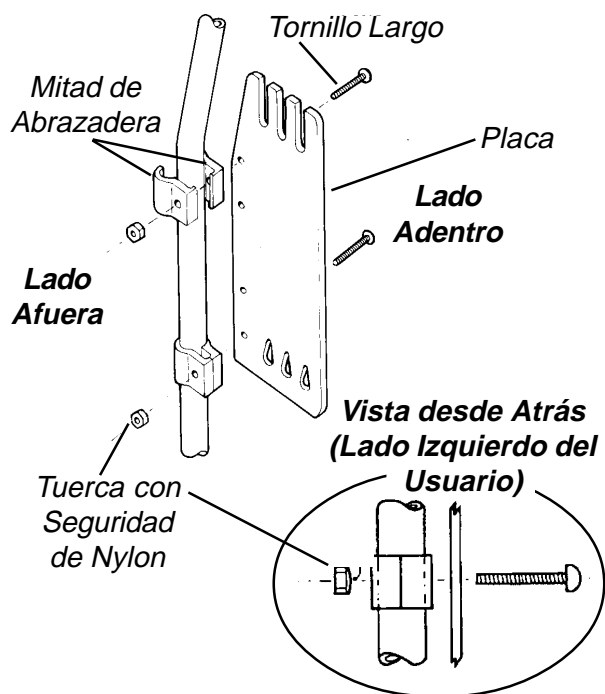
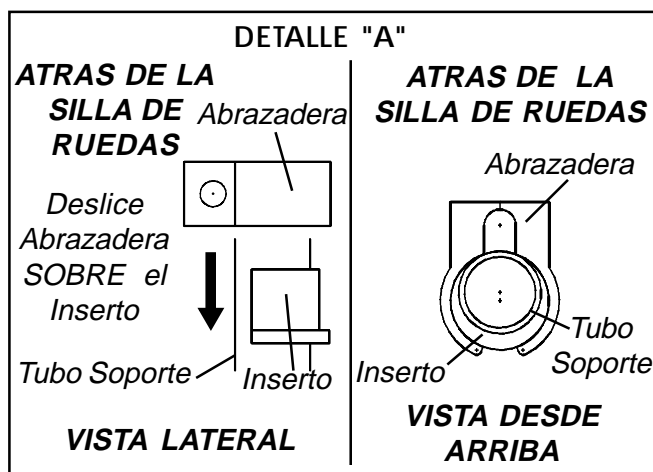

FIGURA 2 - INSTALACION EN UNA SILLA DE RUEDAS CON TUBO SOPORTE DE 1 PULGADA (25MM) DE DIAMETRO
FIGURA 3 - INSTALACION EN SILLA DE RUEDAS CON TUBO SOPORTE DE 7/8 DE PULGADA (22MM) DE DIAMETRO
## Instalación en Silla de Ruedas con tubo soporte de 1 pulgada (25mm) de diámetro (FIGURA 2)
### Instalación en una Silla de Ruedas con Tubo Soporte de 7/8 de Pulgada (22mm) de Diámetro (FIGURA 3)
1. Inserte dos (2) tornillos largos (desde el lado de adentro) a través de los hoyos pequeños en la placa, luego coloque la mitad de abrazaderas. Refiérase a FIGURA 2.
2. Coloque un (1) inserto en el tubo soporte con la abertura del inserto viendo hacia atrás de la silla de ruedas.
3. Deslice la abrazadera sobre el inserto hasta que la mitad de las abrazaderas cubran los insertos según se muestra en la FIGURA 3, DETALLE "A".
5. Haga uno (1) de los siguientes: